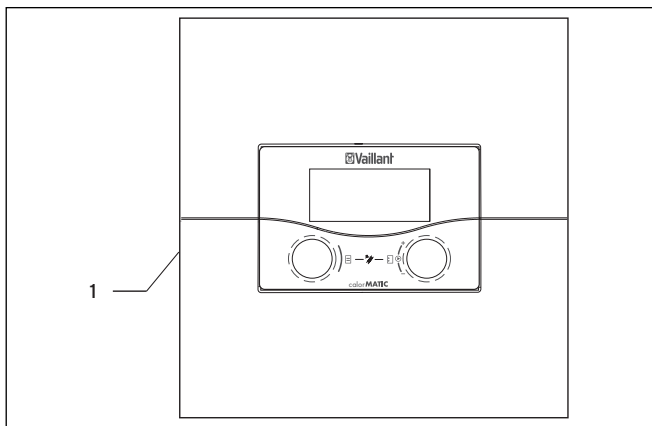

Рис. 10.1 Включение/выключение регулятора
- Установите кулисный переключатель (1) в положение 0, чтобы выключить регулятор (→ рис. 10.1).